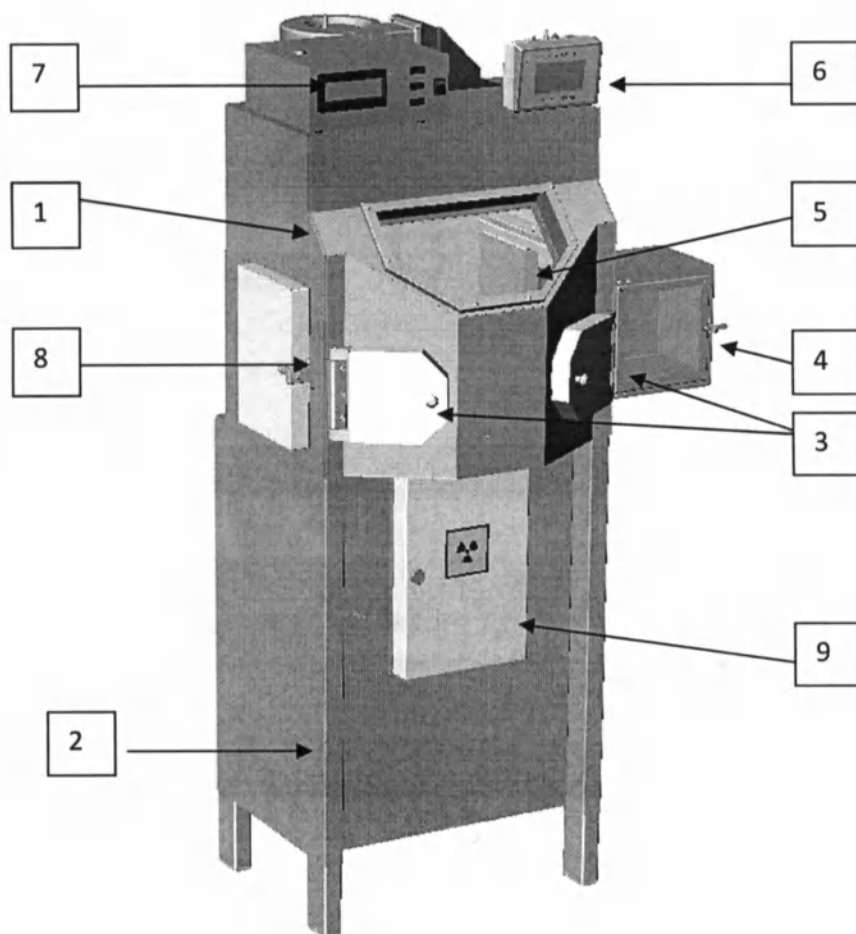

Рисунок 2 – Шкаф вытяжной радиохимический ШВР-200-01А.
Шкаф состоит из двух основных частей: корпуса и опоры (рисунок 2). По требованию заказчика шкаф может комплектоваться дозкалибратором для измерения активности фасовок РФП.
7.1 Подключить шкаф к электросети. Выключателем «СЕТЬ», расположенным на пульте управления электрооборудованием, включить питание шкафа (см. рисунок 2).